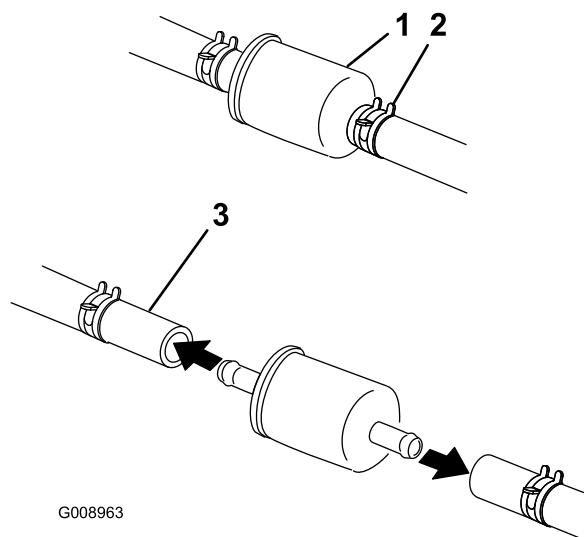

図 45
- 運転席の下にある燃料バルブを閉じる（図45）。
- 古いフィルタのクランプをゆるめて脇に寄せる（図45）。
- 新しいフィルタをホースに取り付け、クランプで固定する（図45）。